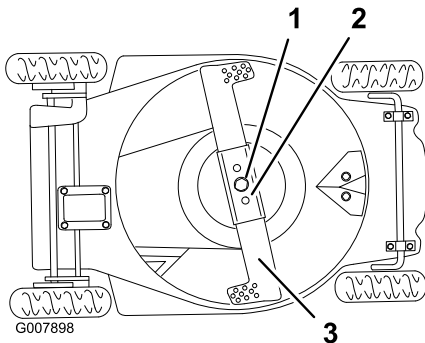

Bild 30
2. Kippen Sie den Rasenmäher auf die **linke** Seite (Bild 30).
2. Entfernen Sie die Messerschraube, Sicherungsscheibe, das Messer und die Messerverstärkung (Bild 30).